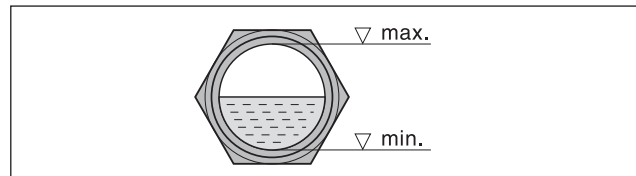

Abb. 4 Ölstand im Ölschauglas
- Nach evtl. Korrektur der Drehrichtung Motor erneut starten und nach ca. 2 Minuten wieder abstellen, um fehlendes Öl bis zur Oberkante des Schauglases (Abb. 4/I) nachzufüllen. Dieses Nachfüllen an der Einfüllstelle (Abb. 2/H) muss wiederholt werden, bis sich alle Ölleitungen vollständig gefüllt haben.